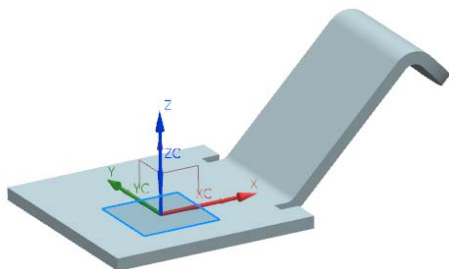

图 3-76 第二折弯特征示意图
(3) 在“折弯”对话框中单击<确定>按钮，创建如图 3-76 所示的折弯特征。